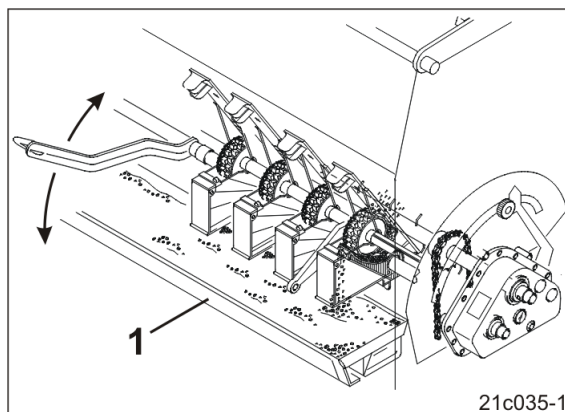

Fig. 83
14. Das Sämaschinenrad so oft drehen, bis das Saatgut aus allen Sägehäusern in die Abdrehmulden (Fig. 83/1) fällt.